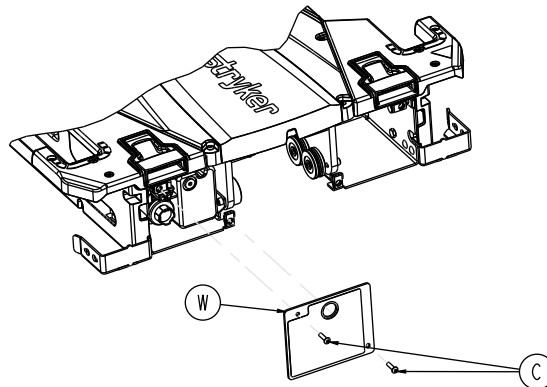

Figure 4 – Retirer la plaque de protection arrière du chariot
5. À l'aide d'une clé Torx T25, retirer les deux vis d'assemblage à tête ronde (C) qui fixent la plaque de protection arrière du chariot (W) à l'ensemble d'ailette gauche afin d'accéder au port USB (Figure 4). Conserver les vis et le couvercle.